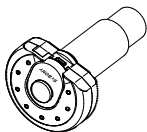

図2.アダプターの組み立てが完了しました。
- ①SV189デジタル顕微鏡カメラ
- ②顕微鏡アダプター
- ③1.5m USB 2.0ケーブル
- ④CD-ROM
- ⑤取扱説明書
2.使用するときは、顕微鏡アダプターをカメラに取り付けて締めます(図2)